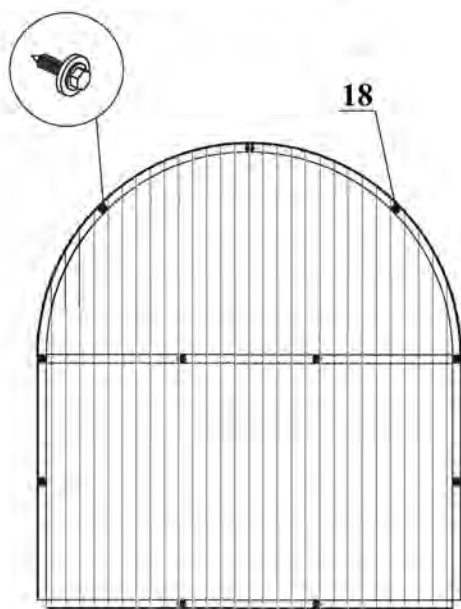

Рис. 1
2.2 Закрепите поликарбонат саморезами 5,5x25 (поз. 18) (рис. 1). Второй торец обшейте таким же способом.